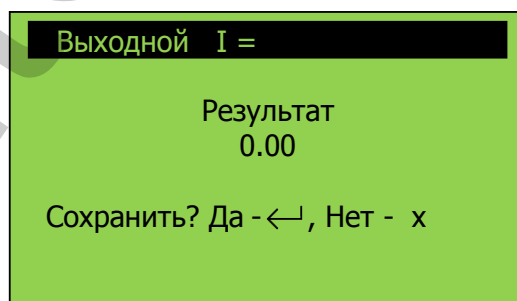

Рисунок 35 – Внешний вид окна «Выходной I = / Результат»
3.5.7.11 Нажать кнопку «← / ⊕», на графическом дисплее отображается окно подтверждения «Выходной I = / Результат» (см. рисунок 35). Вращая рукоятку регулятора напряжения проверить совпадение показаний силы переменного тока на выходе Аппарата и измерителя переменного тока (РА1) в нескольких точках.